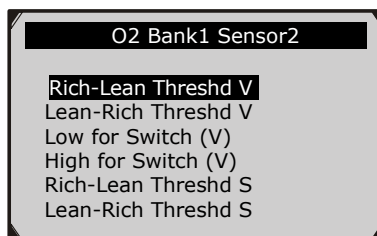

Рисунок 6.25
- 4) Изучите результаты проверки выбранного датчика кислорода. (Рисунок 6.25)